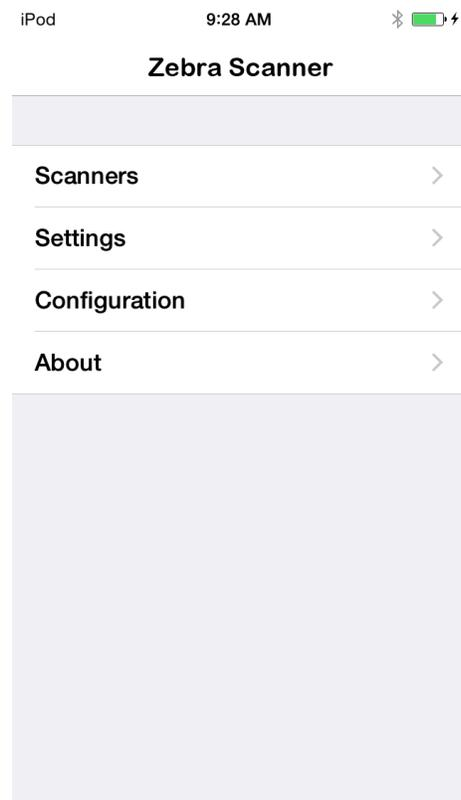

図 6-1 [ホーム]画面
[スキャナ]画面を表示するには、[ホーム]画面から[スキャナ]をタッチします(図 6-1)。[スキャナ]画面には、デバイスとペアリングされ接続済みであるすべてのスキャナが表示されます。一覧にあるデバイスを選択し、[アクティブなスキャナ]画面を表示します(6-5 ページの「[アクティブなスキャナ]画面」を参照)。以前にデバイスとペアリング/接続されているデバイスが存在しない場合は、接続が必要です(デバイスとスキャナの接続を参照)。
2. [ホーム]画面から[スキャナ]をタッチします (図 6-1)。[自動検出]オプションが有効である場合は、次の画面が表示されます。
[設定]画面を表示するには、[ホーム]画面から[設定]をタッチします(図 6-1)。
[スキャナの構成]画面を表示するには、[ホーム]画面から[構成]をタッチします (図 6-1)。
[バージョン情報]画面を表示するには、[ホーム]画面から[バージョン情報]をタッチします (図 6-1)。